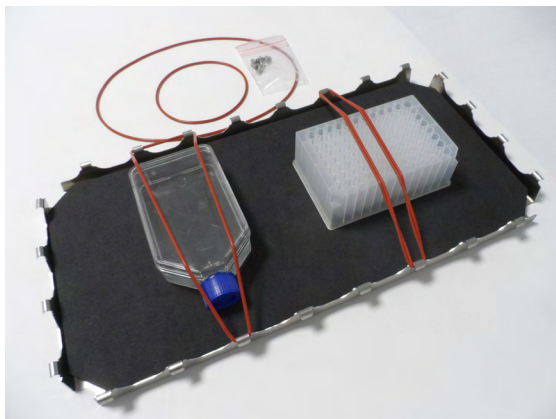

Рисунок 94: Универсальный лоток с зафиксированными сосудами и кольцами круглого сечения
1. Поместите универсальный лоток ② на платформу.
3. Зафиксируйте универсальный лоток ② входящими в комплект поставки лотка винтами ③.
4. Положите резиновый коврик ① в лоток ②.
5. Положите сосуды на лоток и зафиксируйте их входящими в комплект поставки держателя кольцами круглого сечения ④, см. Рисунок 94.